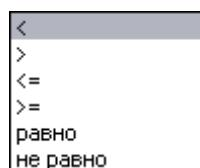

Рис. 246
- **Значение** – значение характеристики. Для задания значения выберите значение функции из выпадающего списка (Рис. 246) и введите необходимое значение характеристики. Значения функции различны для разных единиц измерения характеристики (Таблица 22).